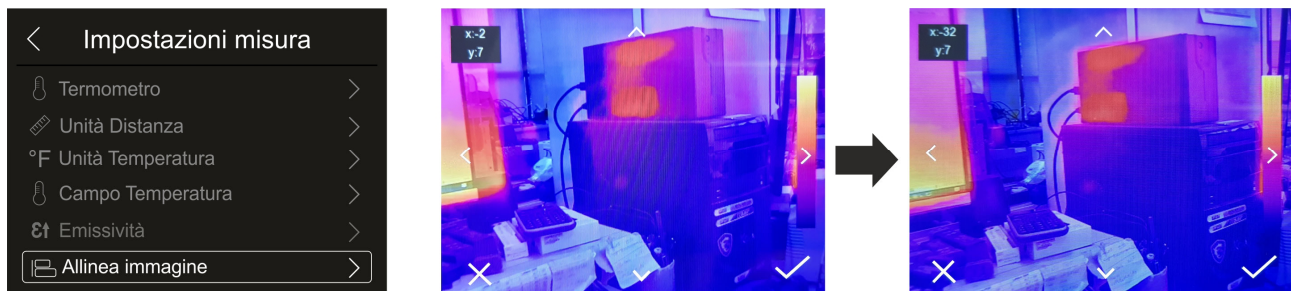

Fig. 30: Allineamento dell'immagine a display
1. Toccare la voce "Allinea immagine". La Fig. 30 – parte centrale è mostrata a display in cui è presente una sovrapposizione delle due immagini con un livello basso di infrarosso.
2. Toccare le 4 frecce presenti sul display in modo da spostare l'immagine IR sovrapponendola a quella visibile (vedere Fig. 30 – parte destra)